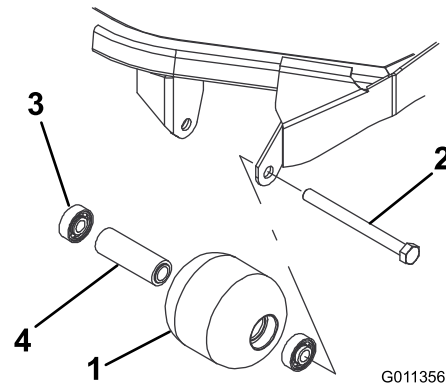

Figura 65
- Retire el perno de montaje del rodillo (Figura 65).
- Inspeccione el alojamiento del rodillo, los cojinetes, y el espaciador del cojinete (Figura 65). Cambie cualquier componente dañado y vuelva a montar el conjunto.
- Introduzca a presión el primer cojinete en el alojamiento del rodillo (Figura 65). Haga presión
2. Introduzca el espaciador (Figura 65).
3. Introduzca a presión el segundo cojinete en el alojamiento del rodillo (Figura 65) haciendo presión igualmente sobre el anillo de rodadura interior y el exterior hasta que el anillo de rodadura interior entre en contacto con el espaciador.